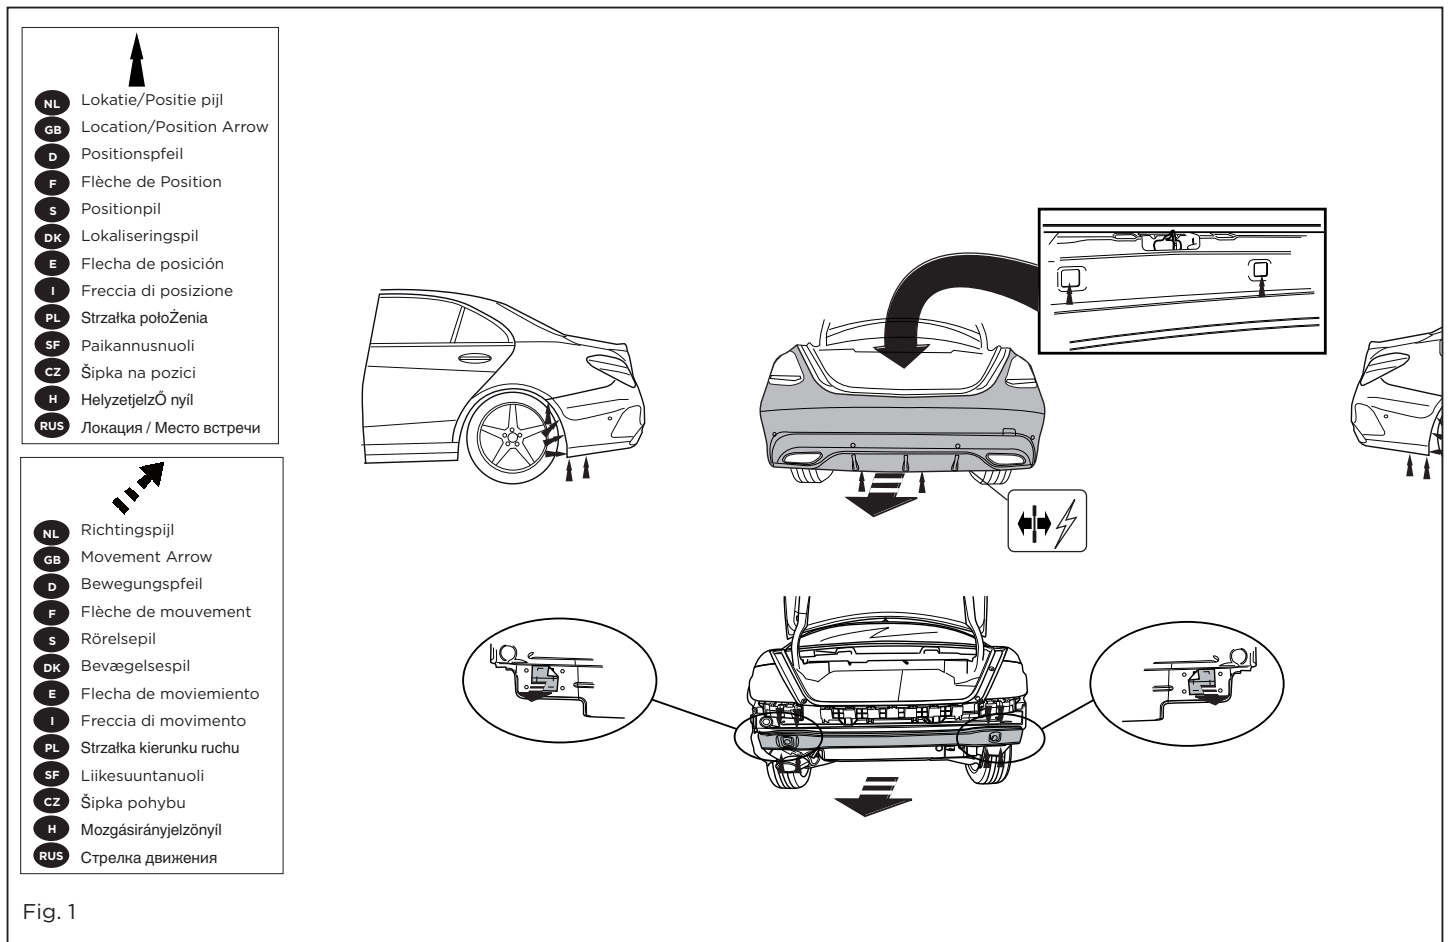

Fig. 1
1. Remove the bumper and the steel buffer beam from the vehicle. The buffer beam will no longer be needed. See figure 1.
Fahrzeug abmontieren. Der Stoßbalken wird nicht mehr benötigt. Siehe Abbildung 1.
1. Déposer le pare-chocs du véhicule y compris la traverse en acier la traverse ne sera plus utilisée. Voir la figure 1.
1. Demonter kofangeren, inklusive køretøjets stålstødbjelke. Denne bliver overflødig. Se fig. 1.